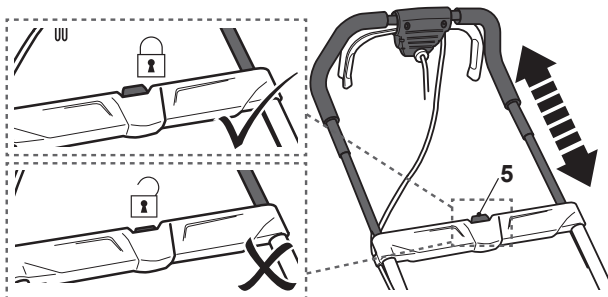

Fig. 5
- > Solte o botão de desbloqueio (5) e certifique-se de que bloqueia na posição (Fig. 5).